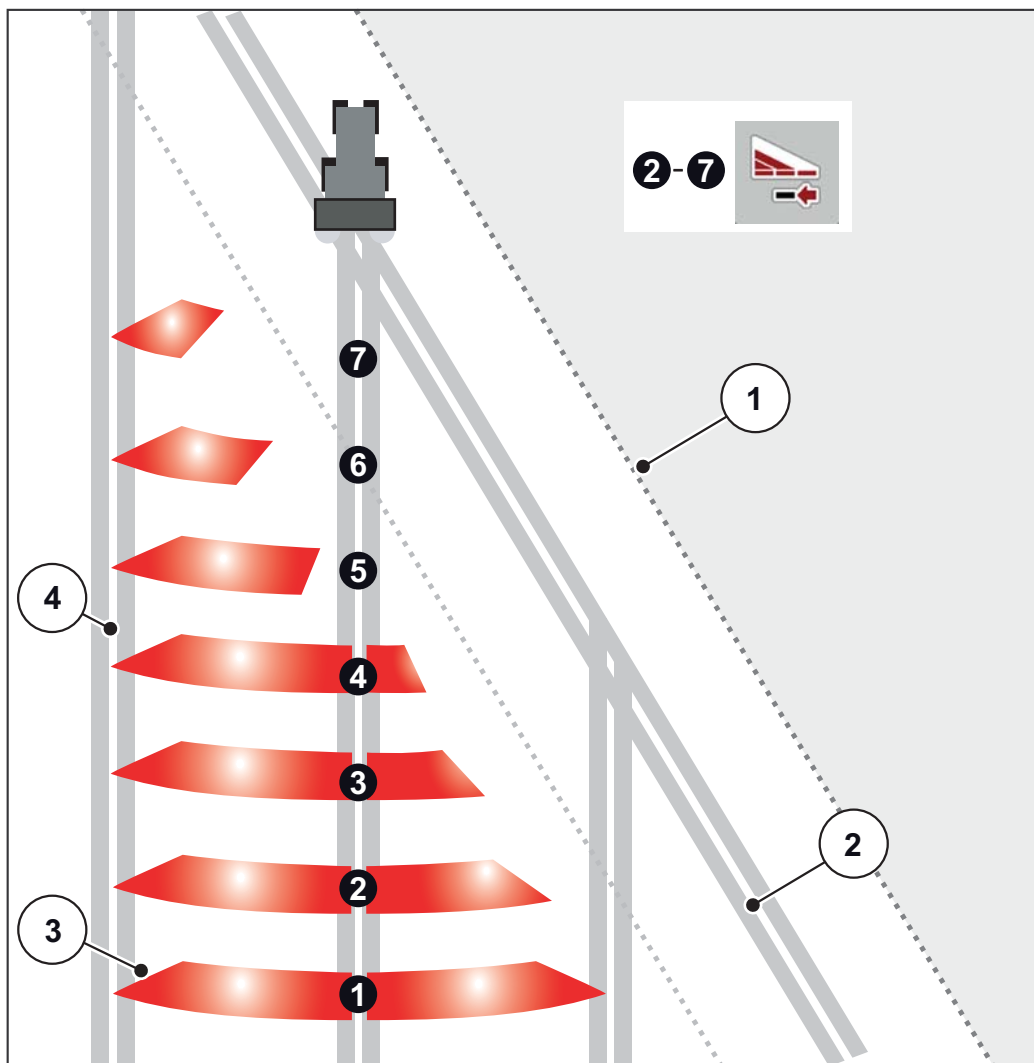

Figure 5.4 : Coupure de tronçons automatique
- La coupure de tronçons est possible de l'extérieur vers l'intérieur ou de l'intérieur vers l'extérieur. Voir figure 5.4.